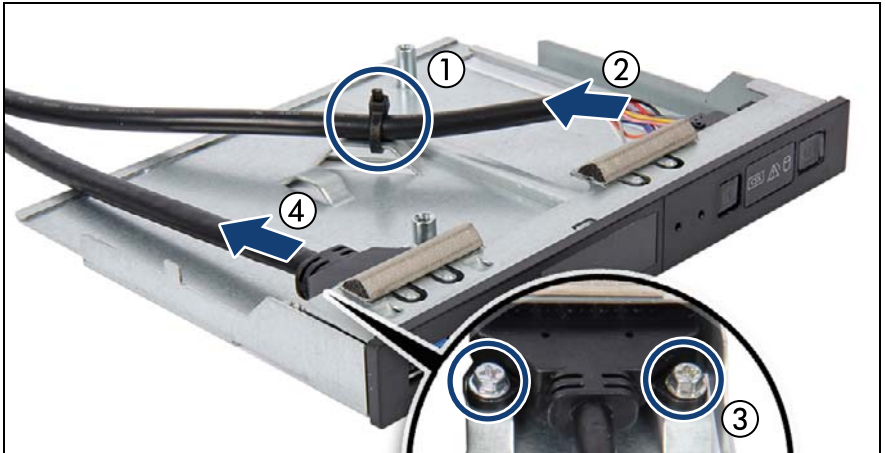

図 244: フロントパネルケーブルの取り外し
- ▶ フロントパネルケーブルを新しいフロントパネルモジュールに接続します。（図 244 を参照）。
- ▶ フロント USB ケーブルを新しいフロントパネルモジュールに接続して、2本のネジで固定します（図 244 を参照）。